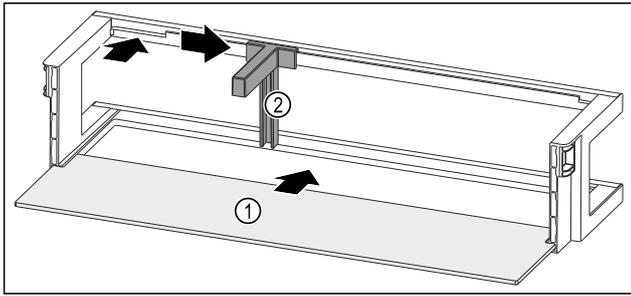

Fig. 121 Balconnet de contre-porte avec tablette de rangement
- ▶ Insérer la tablette de rangement Fig. 121 (1) dans les évidements latéraux.
- ▶ Insérer le porte-bouteilles Fig. 121 (2) dans l'évidement.
- ▶ Pousser le porte-bouteilles Fig. 121 (2) sur le côté en position souhaitée.